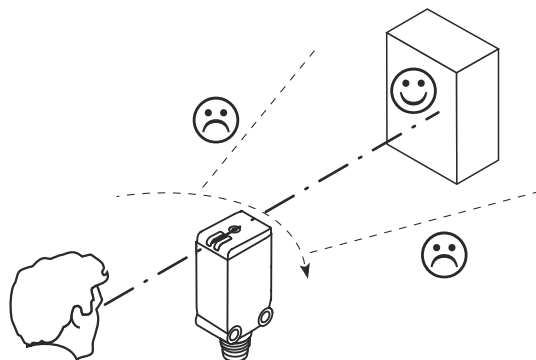

図 3: センサの方向調整
3. センサを対象物に合わせます。赤色投光ビームが対象物の中央に当たるように位置を選択します。センサの光学面（フロントカバー）の視界を遮るものが一切ないことを確認してください。参照 図 3, ページ 100